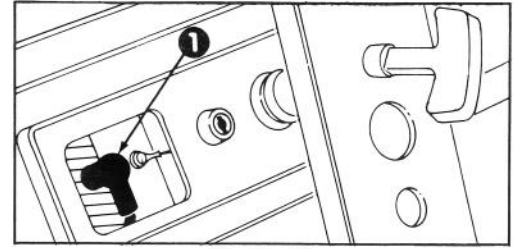

Figure 16
2. ENLEVEMENT DE LA BOUGIE (Fig. 16) — Débranchez le câble de la bougie et enlevez la bougie. Examinez la bougie et remplacez-la si elle est fendue, encrassée ou sale. NE PASSEZ PAS AU JET DE SABLE, NE RACLEZ ET NE NETTOYEZ PAS LA BOUGIE CAR LA SALETE PEUT SE DEGAGER ET TOMBER DANS LA CYLINDRE, CAUSANT AINSI DES DOMMAGES AU MOTEUR.